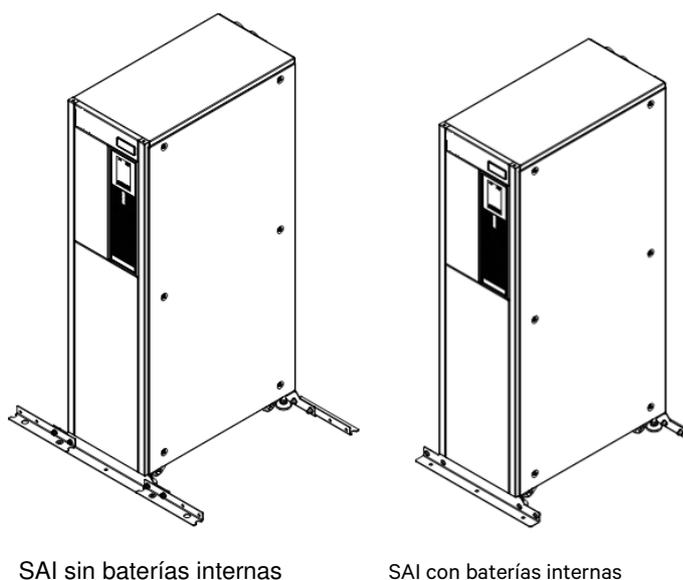

Figura 2-3 Instalación completa
3. Después de mover el armario al lugar de instalación, se suben las patas ajustables y se utilizan las ruedecitas para mover el armario a su lugar de instalación definitivo; por último, se giran las patas ajustables hasta que entran en contacto con el suelo. Véase la Figura 2-3 para más información sobre la instalación terminada.